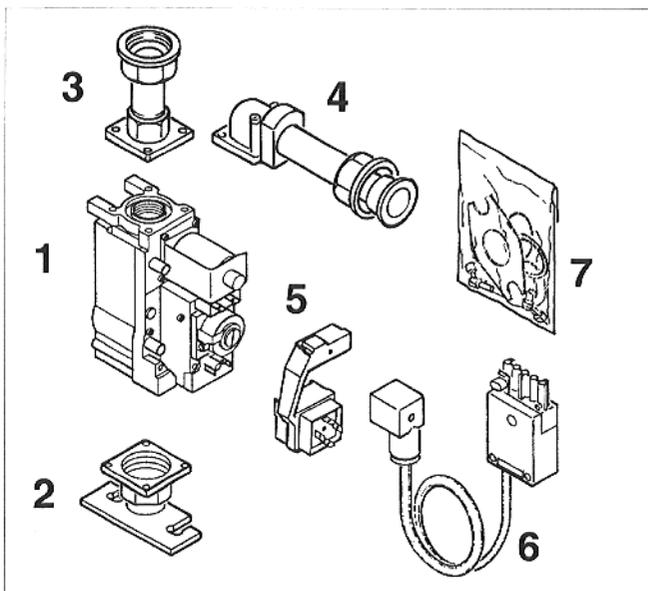
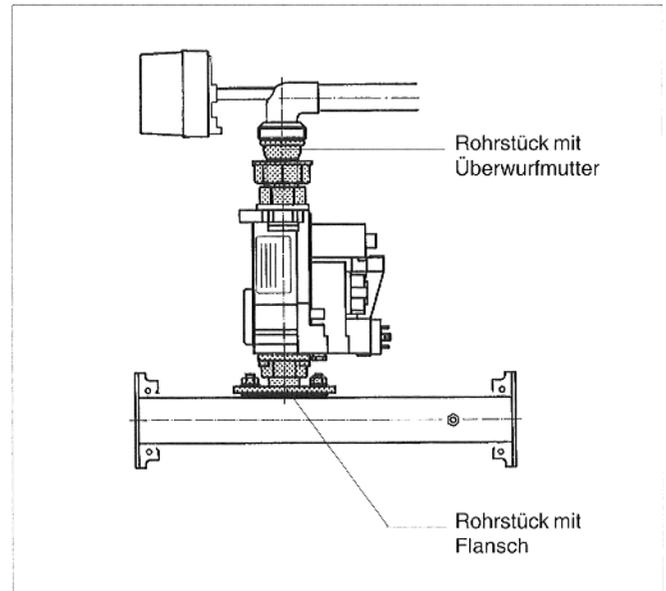
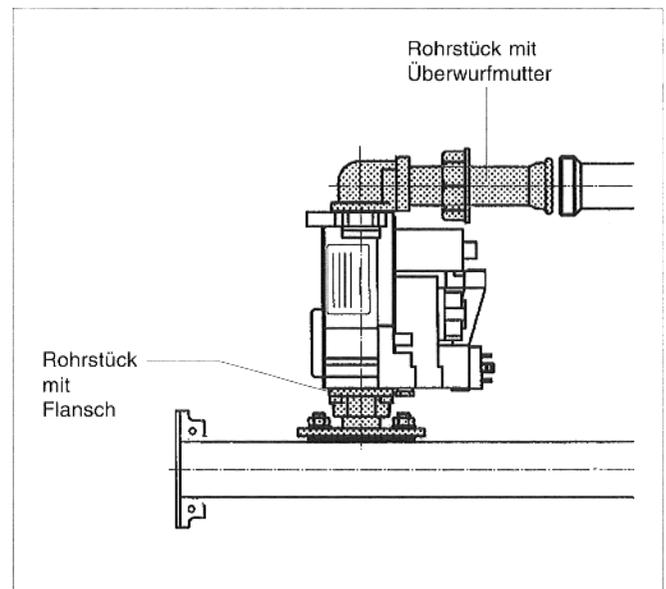

Abb. 3: Set 3
Abb. 7: G224 L als Beispiel mit VR 4605 (Set 3);
Abb. 8: G324 L als Beispiel mit VR 4605 (Set 3);
- Rohrstück mit Flansch (Abb. 3, Pos. 2) zwischen Armatur und Gasverteilerbalken montieren (Abb. 7).
- Rohrstück mit Überwurfmutter, 63 lang, (Abb. 3, Pos. 3) senkrecht zwischen Armatur und Gasanschlußrohr montieren (Abb. 7).
- Rohrstück mit Flansch (Abb. 3, Pos. 2) zwischen Armatur und Gasverteilerbalken montieren (Abb. 8).
- Rohrstück mit Überwurfmutter, 136 lang, (Abb. 3, Pos. 4) waagrecht zwischen Armatur und Gasanschlußrohr montieren (Abb. 8).